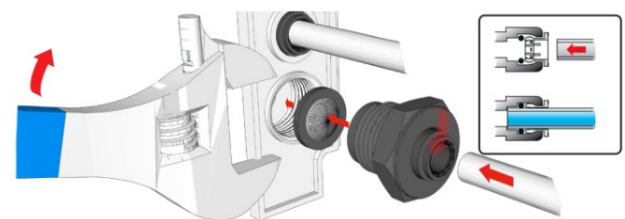

Abb. 2
Schritt 3 – Ersetzen Sie den Einlassfilter (Abb. 2)